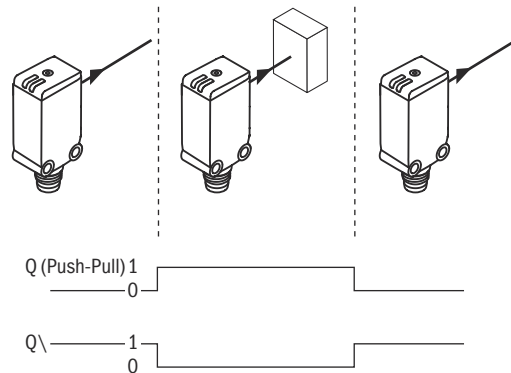

Figura 7: Comportamiento de conmutación
- 2 La distancia de conmutación se ajusta pulsando el botón de aprendizaje simple hasta que el LED amarillo comience a parpadear lentamente. Recomendamos colocar el estado de conmutación en el objeto, por ejemplo, según la imagen anterior. Una vez ajustada la distancia de conmutación, el objeto se retira del recorrido del haz, lo que provoca que el fondo se suprima y que la salida conmutada cambie (véase figura 7, página 49).
Si la salida conmutada no se comporta de acuerdo con el diagrama anterior, compruebe las condiciones de aplicación, véase figura 7, página 49.